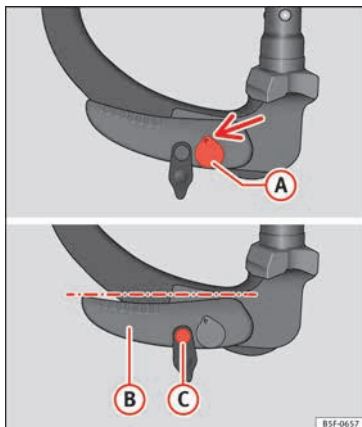

Fig. 222 Posición de reserva: posición de la palanca y el perno de desbloqueo
- La llave (A) » **fig. 222** se encuentra en la posición desbloqueada (la parte agujereada de la llave se muestra hacia arriba).
- La palanca (B) » **fig. 222** se encuentra en la posición inferior.
- Se puede mover el perno de desbloqueo (C) » **fig. 222**.